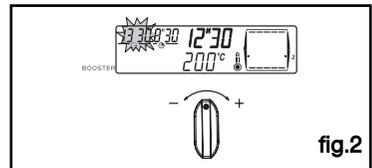

fig.2
Réglez l'heure en tournant le bouton de réglages dans le sens + ou - (la vitesse de rotation du bouton fait varier la vitesse de réglage de l'heure) (fig.2).
L'affichage de l'heure clignote pour vous indiquer que le réglage est alors possible (fig.2).
Exemple : position "Viande Tarte, Poisson" (fig.2).
- Positionnez le sélecteur de programme sur la position "Durée de cuisson" (fig.2).
Exemple : fin de cuisson à 13h30 (fig.2).
- Ajustez le temps choisi en tournant le bouton de réglages vers + ou - (fig.2) jusqu’à obtenir la durée voulue (maxi 60 minutes).
- Après ces 3 actions, le four chauffe et l'indicateur  dans l'afficheur s'illumine, vous indiquant que la fonction est en service. Cinq minutes avant la fin de cuisson, l'indicateur "GRIL SAVEUR" clignote (**fig.2**).
Après avoir régler la luminosité de votre choix, attendez quelques secondes et remettez votre programmeur à l’heure du jour (fig.2).